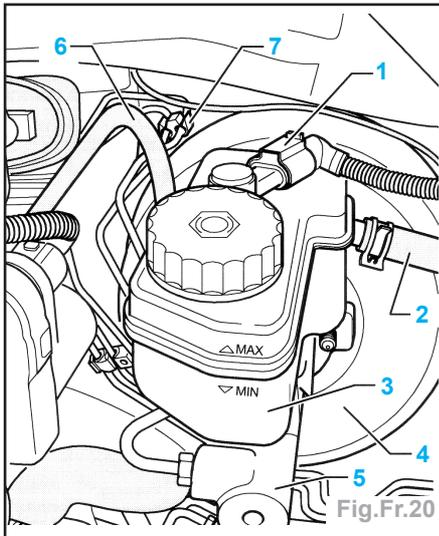

Fig.Fr.20
- Débrancher la fiche (**1**) du contacteur d'alerte de niveau de liquide de frein (Fig.Fr.20).
- Débrancher la fiche (1) du contacteur d'alerte de niveau de liquide de frein (Fig.Fr.20).
- Déclipser du réservoir de liquide de frein la Durit de dépression (6).
- Débrancher la conduite d'écoulement du cylindre transmetteur d'embrayage (2) et le collier de Durit.
- Enlever la conduite d'écoulement du cylindre transmetteur d'embrayage (2) du réservoir de liquide de frein (3) et la relever.
- Déclipser les conduites de frein du support (7).
- Dévisser les conduites du maître-cylindre de frein tandem (5) et les fermer.